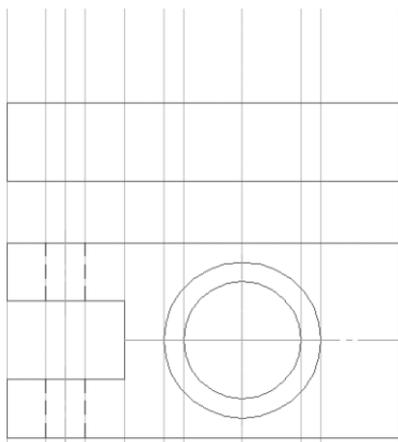

Рис. 297
- с помощью  – **Прямоугольника** постройте основание детали на главном виде (высота 20 мм, ширина 100 мм) **Без осей**, расположив над видом сверху. Построение начинайте снизу вверх (рис. 297);